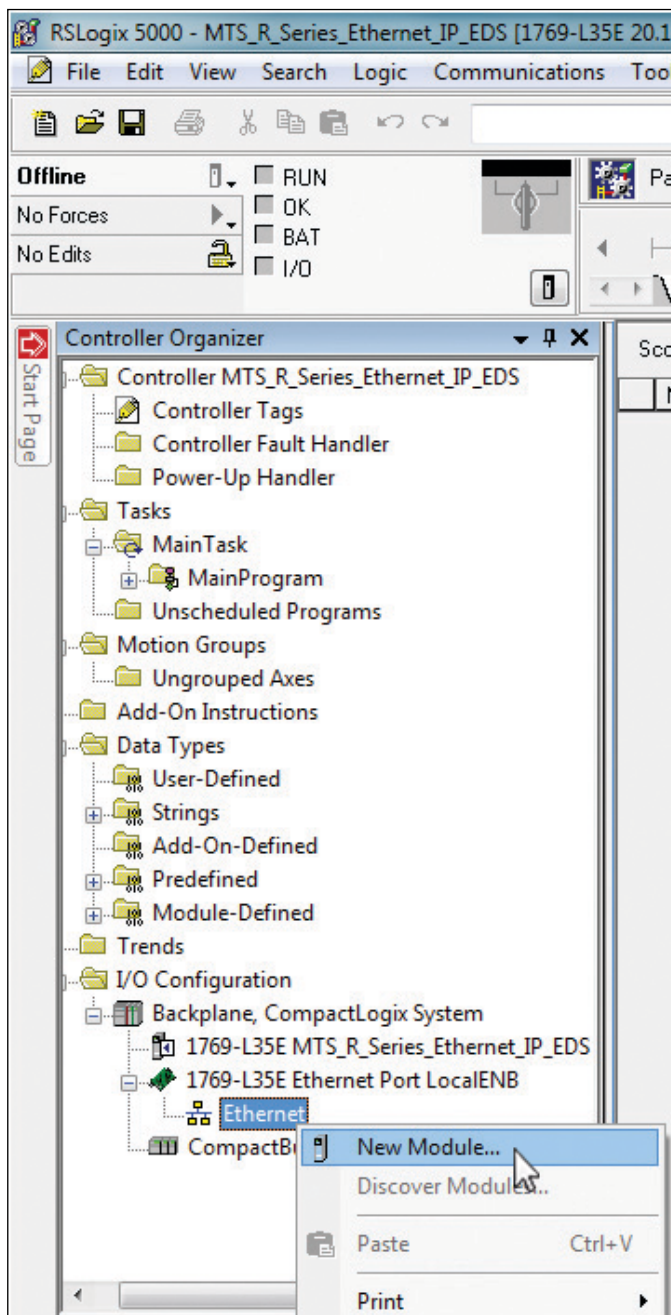

Abb. 115: Hinzufügen eines neuen Moduls zur RSLogix 5000 IO-Struktur
1. Auf der linken Seite der Hauptansicht der Oberfläche des Programms RSLogix 5000 befindet sich der Verzeichnisbaum „Controller Organizer“. Klappen Sie in diesem Fenster den Eintrag „I/O Configuration“ auf. Klappen Sie den Eintrag zu Ihrem Netzwerk auf. Klicken Sie mit der rechten Maustaste auf den Eintrag „Ethernet“ und wählen Sie den Eintrag „New Module“ aus (Abb. 115).